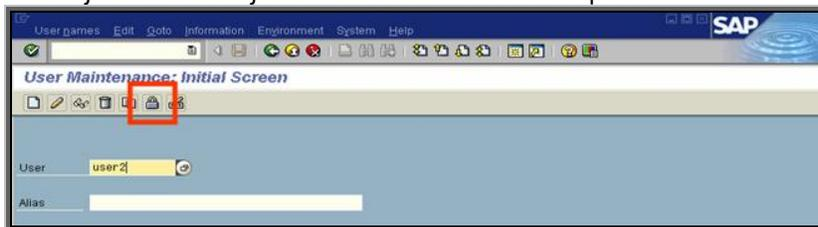

Figura 4.4.15 Bloqueo y desbloqueo del registro maestro del usuario
- El botón bloquear/desbloquear (lock/unlock) bloquea el registro maestro del usuario (a diferencia del botón desactivar), véase figura 4.4.15.